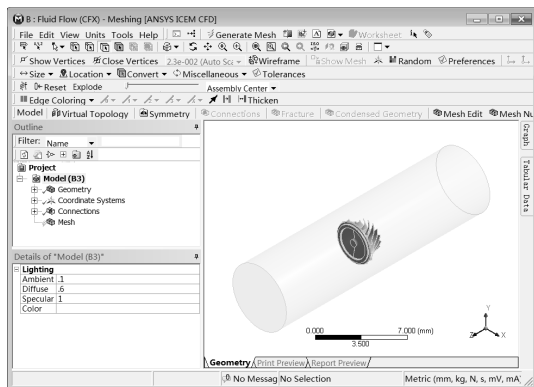

图 17-48 Mechanical 界面
Step1：双击项目 B 中的 B3 (Mesh) 选项，此时会出现 Mechanical 界面，如图 17-48 所示。